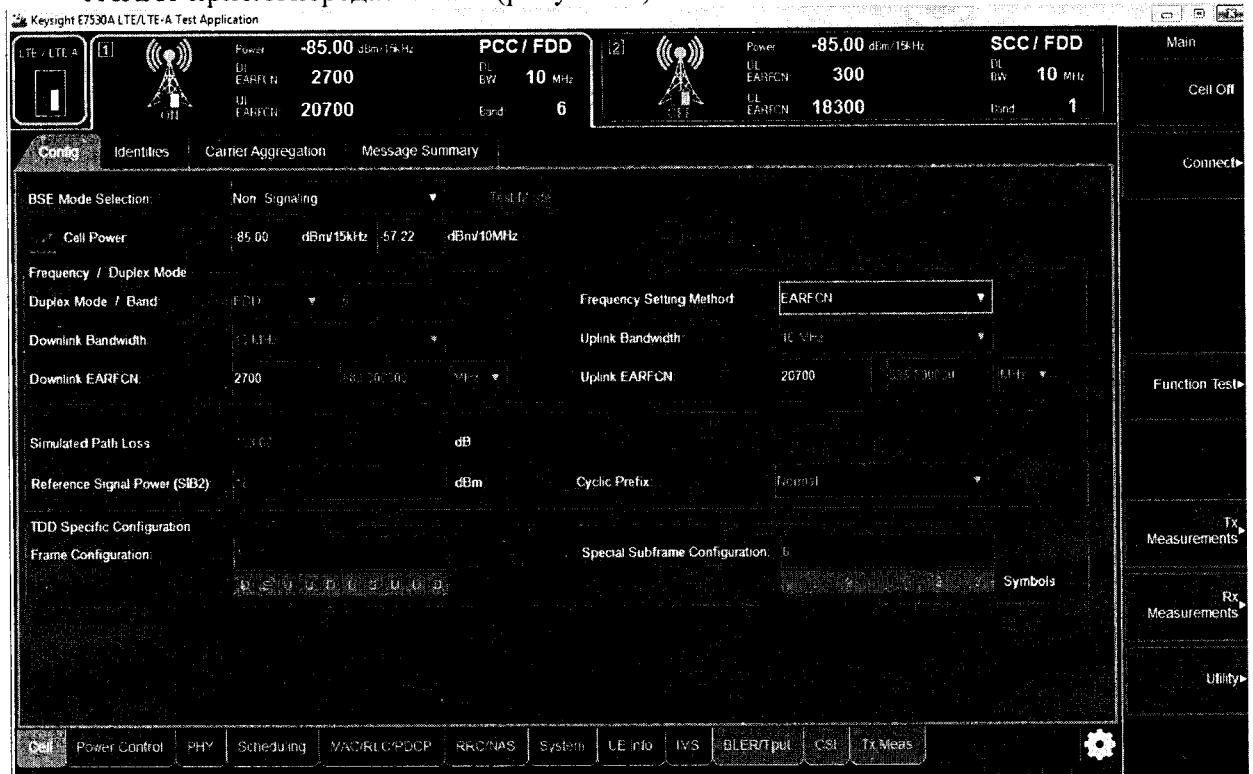

Рисунок 7.
7.4.6 Нажать кнопку Cell On и запустить формирование/анализ сигнала по порту TXRX1 приемопередатчика В (рисунок 7).